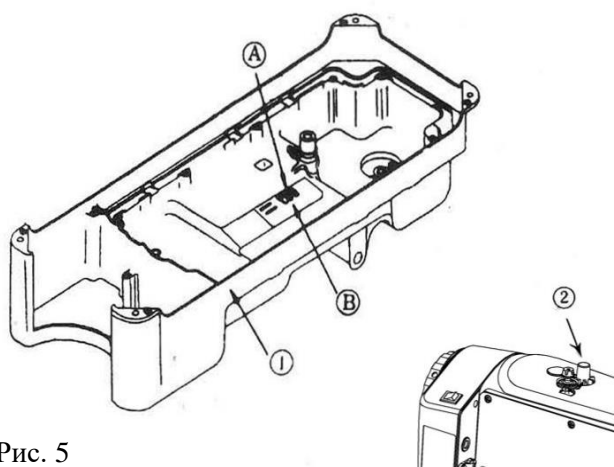

Рис. 5
1. Залейте масло в поддон до отметки High A (рис.5).